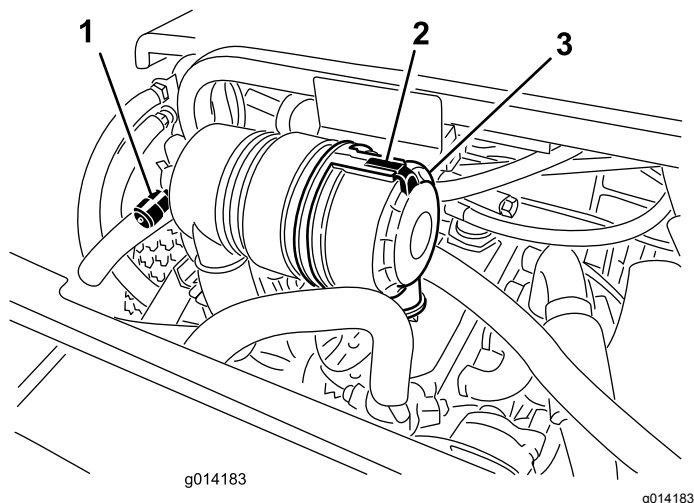

Figura 31
Revise el filtro del limpiador de aire únicamente cuando el indicador de mantenimiento (Figura 31) lo requiera. El cambiar el filtro antes de que sea necesario sólo aumenta la posibilidad de que entre suciedad en el motor al retirar el filtro.
1. Abra el enganche que sujeta la tapa del limpiador de aire a la carcasa del limpiador de aire (Figura 31).